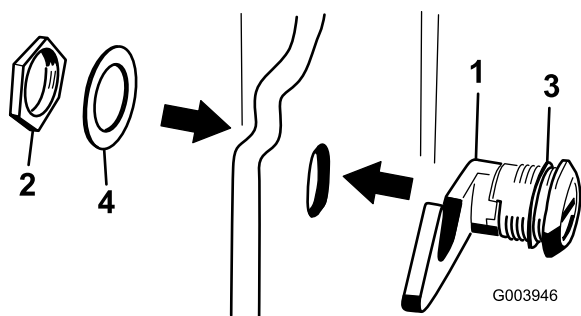

図 18
3. フード・ラッチ・アセンブリからナットを取り外す (図 18)。